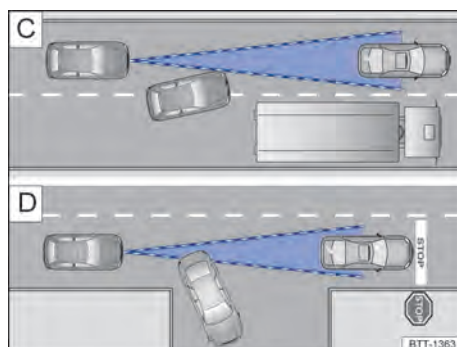

Fig. 109 C) Cambio de carril. D) Vehículo girando o parado.
Por ejemplo, si un vehículo detectado por el ACC gira o cambia de carril, y si hay un vehículo parado frente a este vehículo, el ACC no reaccionará al vehículo parado → [fig. 109 \[D\]](#).
- Vehículos que cambian al carril donde usted está a poca distancia del vehículo → [fig. 109 \[C\]](#).